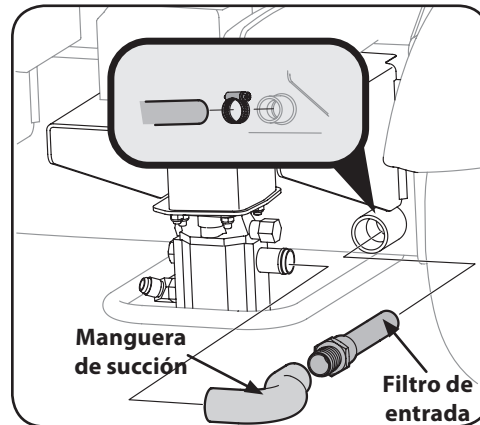

Figura 4-2
3. Si el motor tiene una vertical de puesta a punto se muestra en la Figura 4-2, vea la Figura 4-2 para cambiar el fluido hidráulico.